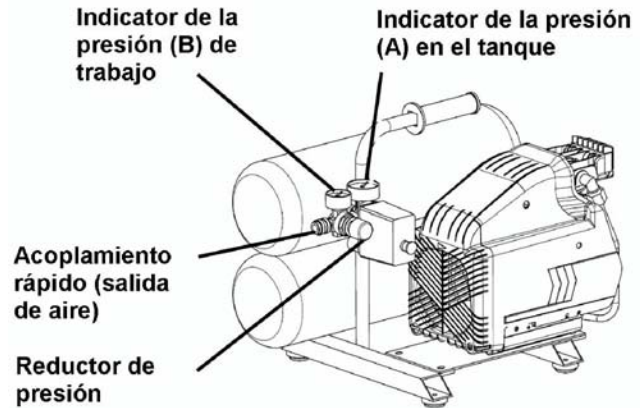

Fig.6
Desenganche el mando del reductor de presión tirando de él hacia arriba, y ajuste la presión hasta el nivel requerido girándolo hacia la derecha para aumentar y hacia la izquierda para reducirla. Existe un manómetro (B) para saber cuando se ha alcanzado la presión requerida. Cierre el mando empujándolo firmemente hacia abajo (consulte la Fig.6).